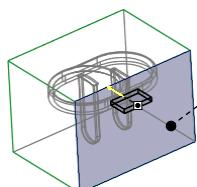

图 13.11 选择拉伸终止面
(4) 设置拉伸属性。
① 在操控板中选取深度类型 (到选定的)。
② 遮蔽参考件和坯料。选择 **视图** 功能选项卡 **可见性** 区域中的“模具显示”按钮 ，系统弹出“遮蔽-取消遮蔽”对话框，选择 **取消遮蔽** 选项卡，在对话框中按下 **元件** 按钮，选取 按钮，单击下方的 **取消遮蔽** 按钮，再单击 **关闭** 按钮。
③ 将模型调整到图 13.11 所示的视图方位，选取图 13.11 所示的平面为拉伸终止面。
④ 在操控板中单击 **选项** 按钮，在“选项”界面中选中 **封闭端** 复选框。
(5) 在操控板中单击 按钮，完成特征的创建。